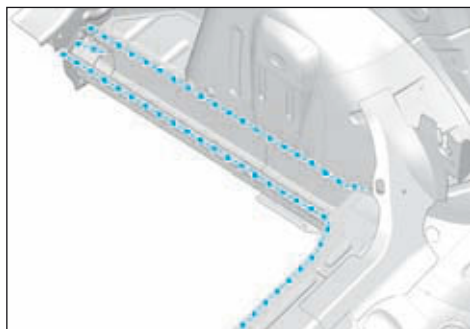
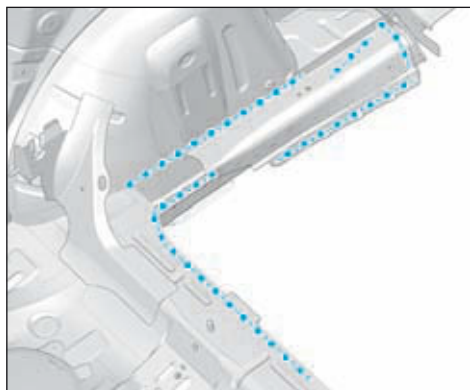

FIG.181
FIG.182
- la caisse (Fig181) et (Fig182).